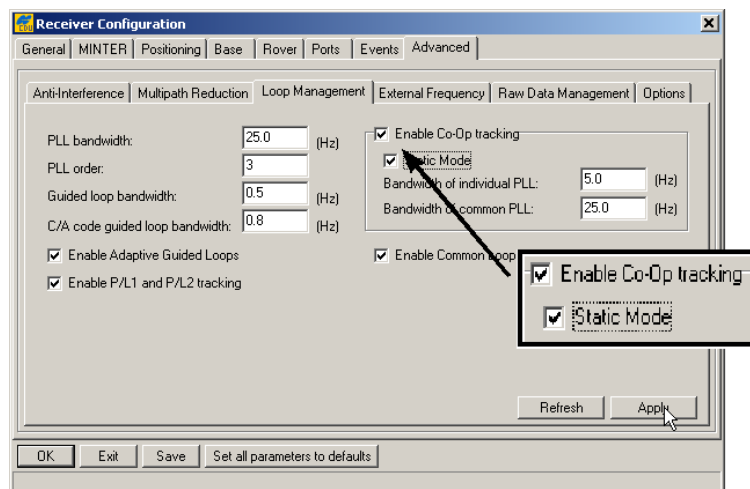

Рисунок 3-4. Настройка петель слежения
4. Выберите вкладку *Loop Management* (Настройка петель слежения) и выберите указанные ниже поля и щелкните на кнопке *Apply* (Применить), см. рис. 3-4: